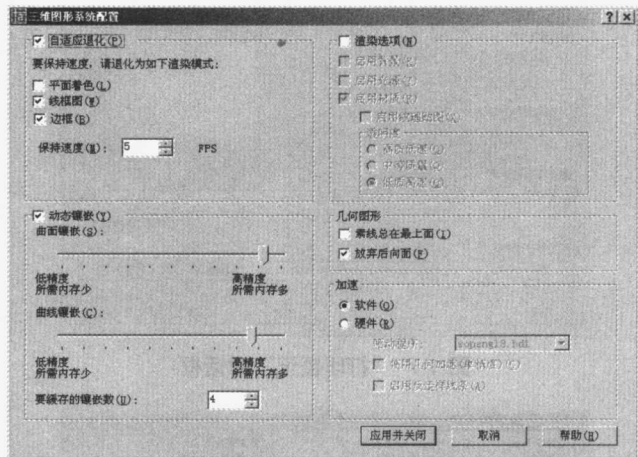

图 1-10 “三维图形系统配置”对话框
step 09 单击上面选项卡中“当前三维图形显示”栏中的“特性(O)”按钮，则弹出“三维图形系统配置”对话框，如图 1-10 所示。在此对话框中用户可以对三维图形的曲面精度、渲染、透明度等进行设置。